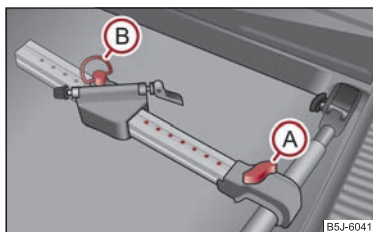

Fig. 67 Montarea suportului pentru bicicletă
- Așezați suportul pentru bicicletă autorizat pe suportul transversal, ridicați șurubul (A) și împingeți suportul longitudinal (aluminiu) înspre suportul transversal și rotiți șurubul (A) în piuliță ⇒ fig. 67.
- Desfaceți și scoateți șurubul (B) de pe partea mobilă a suportului pentru bicicletă, apoi fixați partea mobilă a suportului, în funcție de mărimea bicicletei, în una dintre cele trei poziții posibile.
- Introduceți șurubul (B) în poziția dorită și strângeți-l. ■